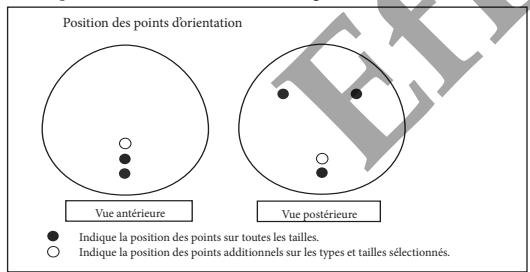

FIGURE 1
- Les implants mammaires Natrelle® de forme anatomique, à lumière unique remplis de gel, sont pourvus de points d'orientation pour faciliter un positionnement correct des implants durant l'intervention (voir Figure 1).